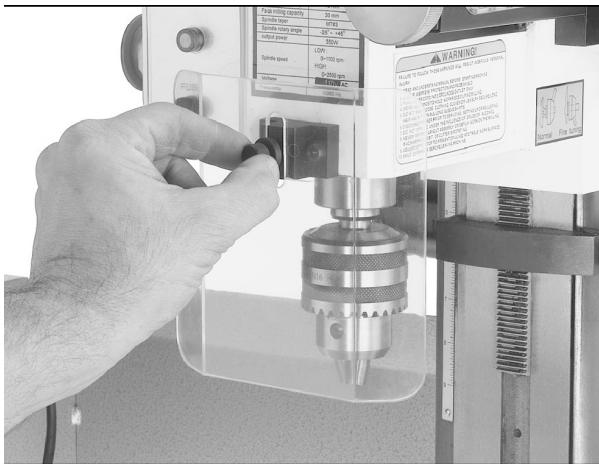

Fig. 3. Montering av ögonskyddsskärm på fräs/borrhuvudet.
1. Sätt fast ögonskyddsskärmen till fräsen/borren med räfflad knapp enl. fig. 3. OBS! - ögonskyddsskärmen säkrar det bästa skyddet om den är placerad så lågt som det går.